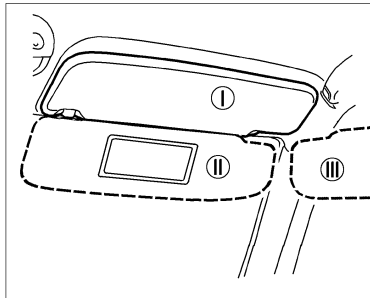

Рис. 19. Противосолнечный козырек
**Противосолнечные козырьки** в зависимости от направления лучей солнца можно установить из положения I (рис. 19) в положения